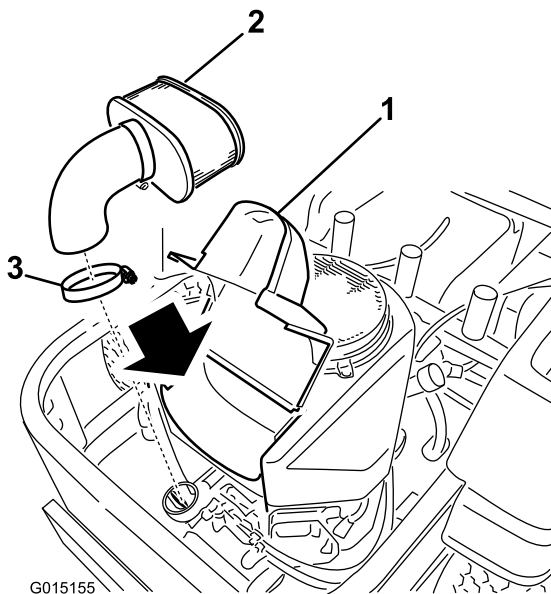

Figura 33
3. Limpie alrededor de la tapa del limpiador de aire para evitar que la suciedad penetre en el motor y cause daños y levante la tapa y retire la abrazadera que sujeta el conjunto del limpiador de aire al motor (Figura 33).
4. Afloje la abrazadera y retire el elemento de papel (Figura 33).